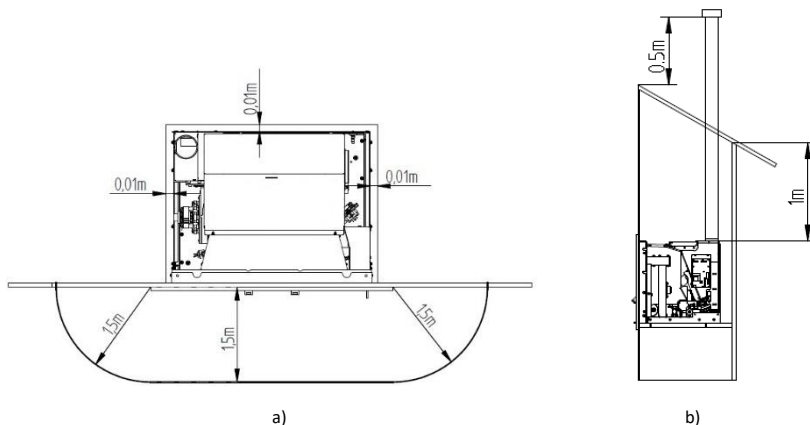

Figure 7 – Distances minimales à respecter : a) vue de dessus de l'appareil ; b) vue de côté de l'appareil
- Respecter les distances minimales d'installation indiquées ci-dessous (figure 7) ;